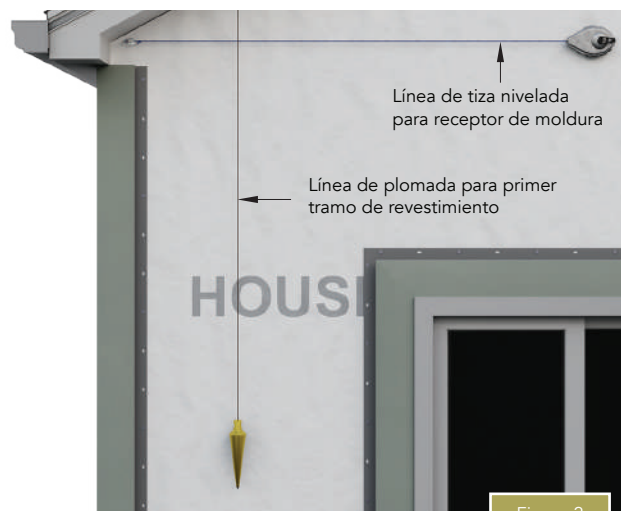

Figura 2
- Instale molduras con bolsillo en todas las esquinas interiores y exteriores, alrededor de todas las ventanas y puertas, alrededor de todas las protuberancias, y en la terminación superior del revestimiento de tablero y listón. Asegúrese de que la moldura quede instalada nivelada y a plomo. (Figura 2).